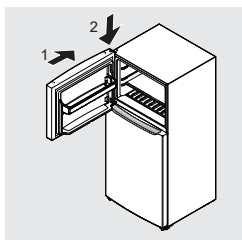

figura 9
12. Baje la puerta del congelador en posición de apertura sobre el pasador de la bisagra central y cierre la puerta (consulte la Figura 9).